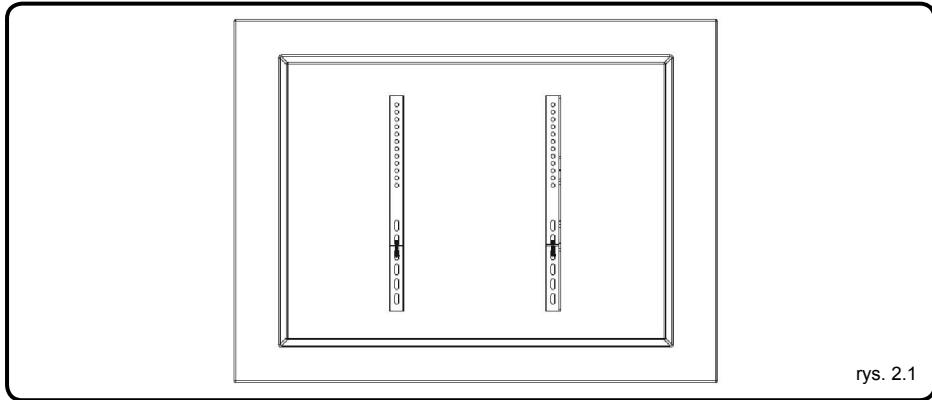

rys. 1.2
- Przyłożyć płytę naścienną do ściany jako szablon, aby oznaczyć miejsca wiercenia sześciu otworów – cztery w otworach górnego rzędu i dwa kolejne w dolnym rzędzie, jak pokazano na rys. 1.2.
- Wstępnie wywierć otwory 10 mm wiertłem do betonu na głębokość co najmniej 60 mm. Włożyć w każdy otwór kołek do betonu (W-B). Przytwierdź płytę naścienną do ściany za pomocą sześciu śrub do drewna (W-A) i sześciu podkładek (W-C), jak pokazano na rys. 1.2.